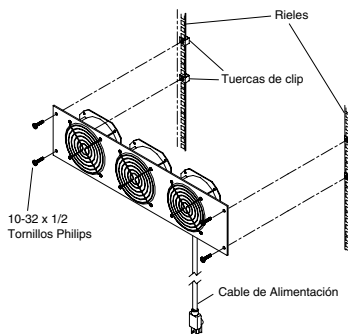

Figura 3
5. Auxiliado por un asistente, fije el panel del ventilador a las tuercas de clip con los tornillos Philips 10-32 x 1/2 Incluidos (Vea la Figura 3). Enchufe la clavija del cable de alimentación en una toma de corriente de 120V adecuadamente conectada a tierra.